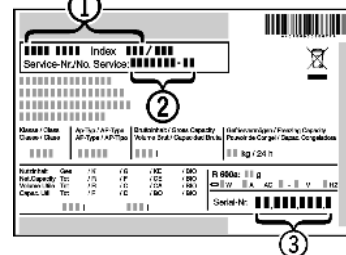

Fig. 20
- ▶ Odczytać z tabliczki znamionowej oznaczenie urządzenia Fig. 20 (1), nr serwisowy Fig. 20 (2) oraz numer seryjny Fig. 20 (3). Tabliczka znamionowa znajduje się po lewej stronie wewnątrz urządzenia.